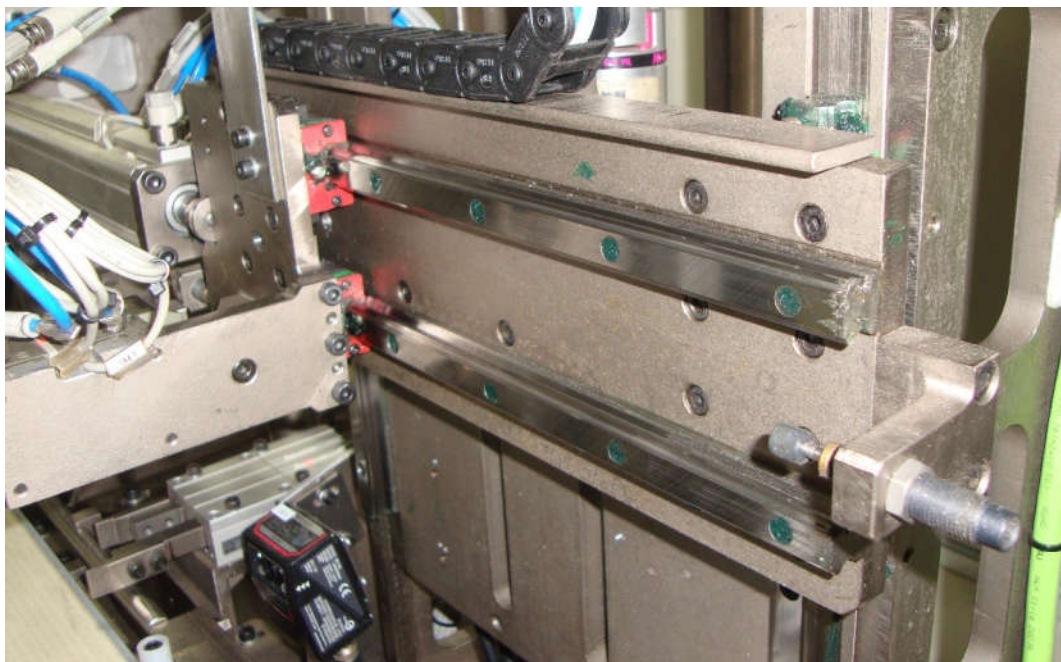

Figura 31 – Guias Lineares (Exemplo típico)
- Guias lineares (**Figura 31**);